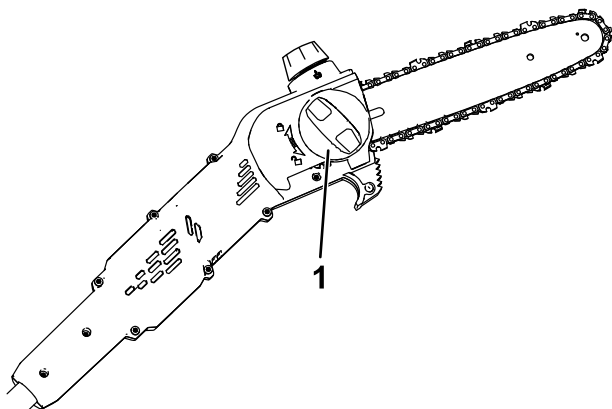
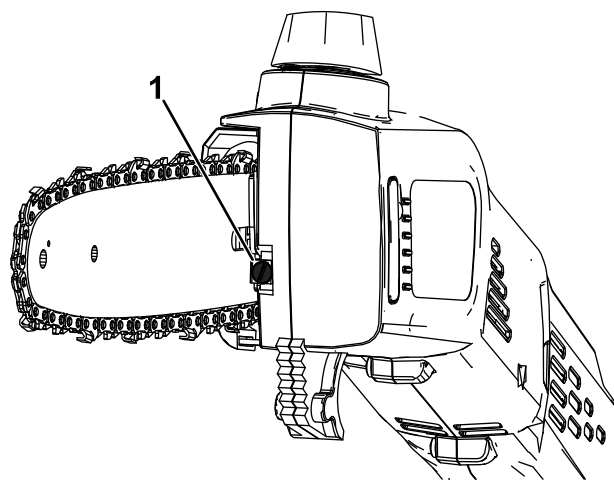

Figura 17
Figura 18
4. Ruotate la manopola del copribarra in senso antiorario per allentare il copribarra, ma non rimuovetelo (Figura 17).
5. Regolate la tensione della catena utilizzando la vite di messa in tensione della catena (Figura 18), quindi fissate il carter laterale alla sega a palo ruotando la manopola del copribarra in senso orario prima di controllare la tensione (Figura 17).
3. Allentate la catena girando la relativa vite di messa in tensione in senso antiorario (Figura 18).